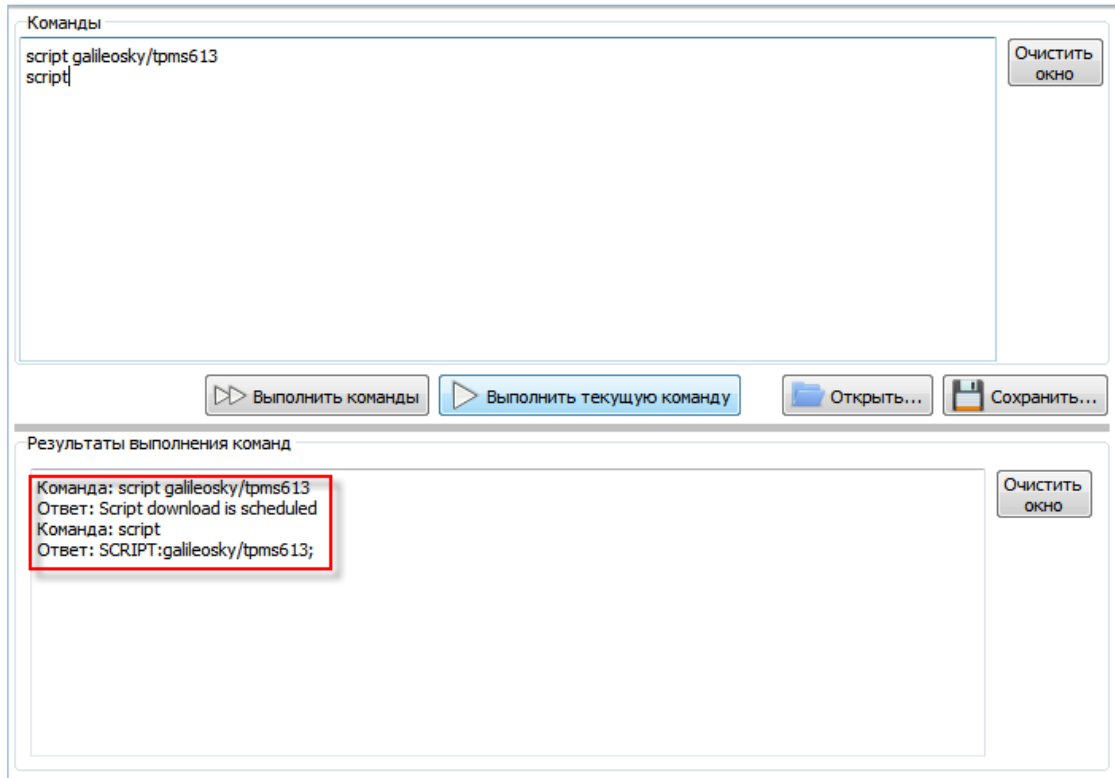

Рисунок 12. Выполнение команды на скачивание алгоритма
7. Перейдите на вкладку «Команды» и выполните команду "script galileosky/tpms613" (Рис. 12);